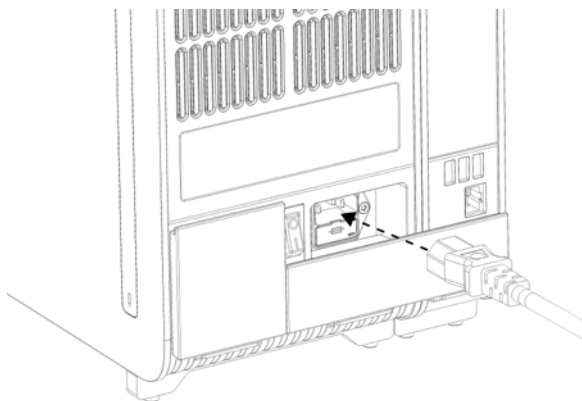

Рис. 20. Подсоединение кабеля питания.
8. Подсоедините кабель питания, входящий в комплект поставки QIAstat-Dx Analyzer 1.0, к задней панели изначально имевшегося аналитического модуля (рис. 20).